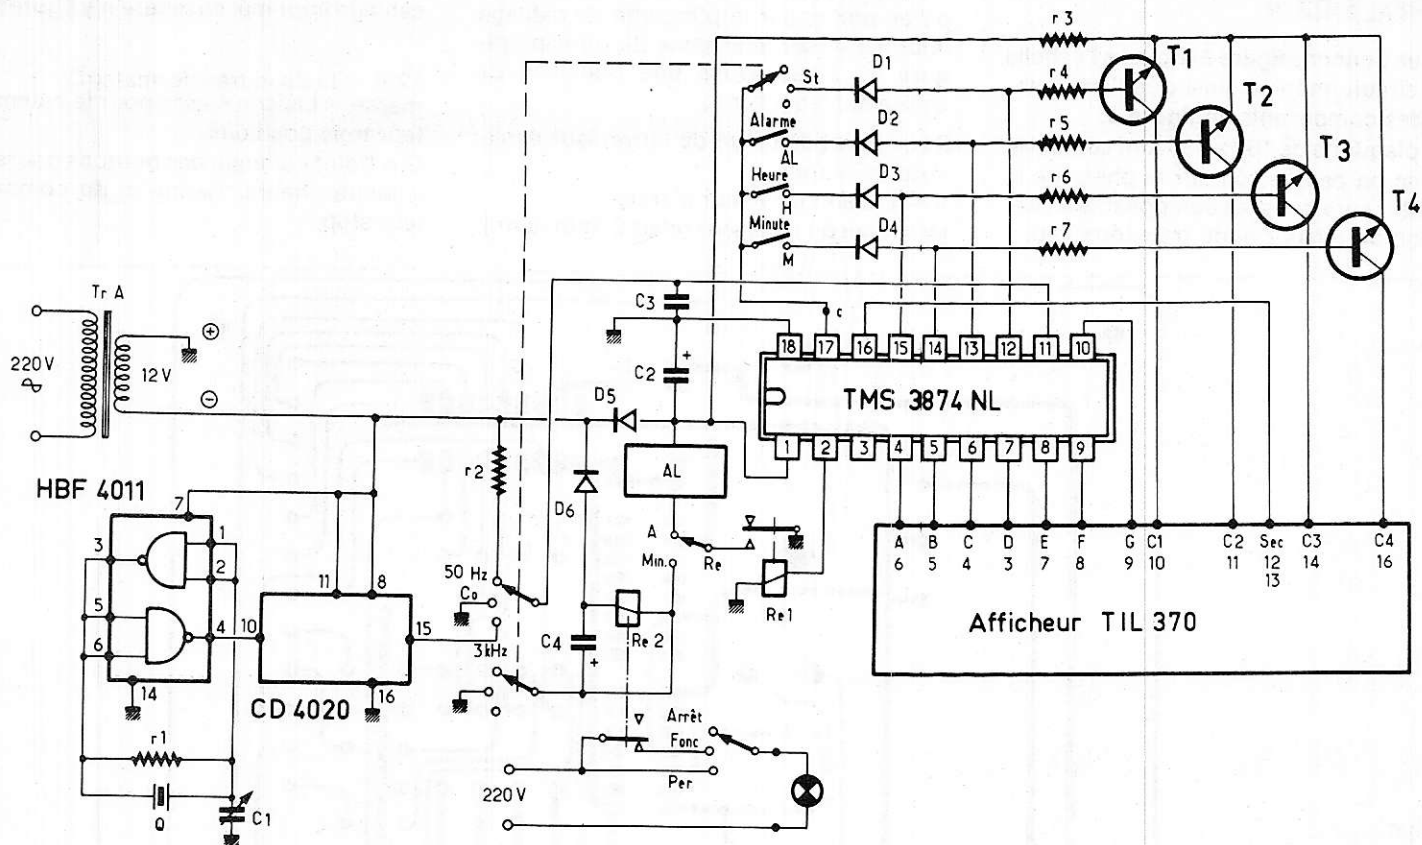

Figure 2
**1) L'ALIMENTATION** — Comme on peut le voir sur le schéma de principe **figure 2** l'alimentation de l'horloge se fait à partir d'un transformateur 220/12 V — 1,5 VA et d'une diode D5 associée au condensateur réservoir C2. On remarquera ici la simplicité du montage